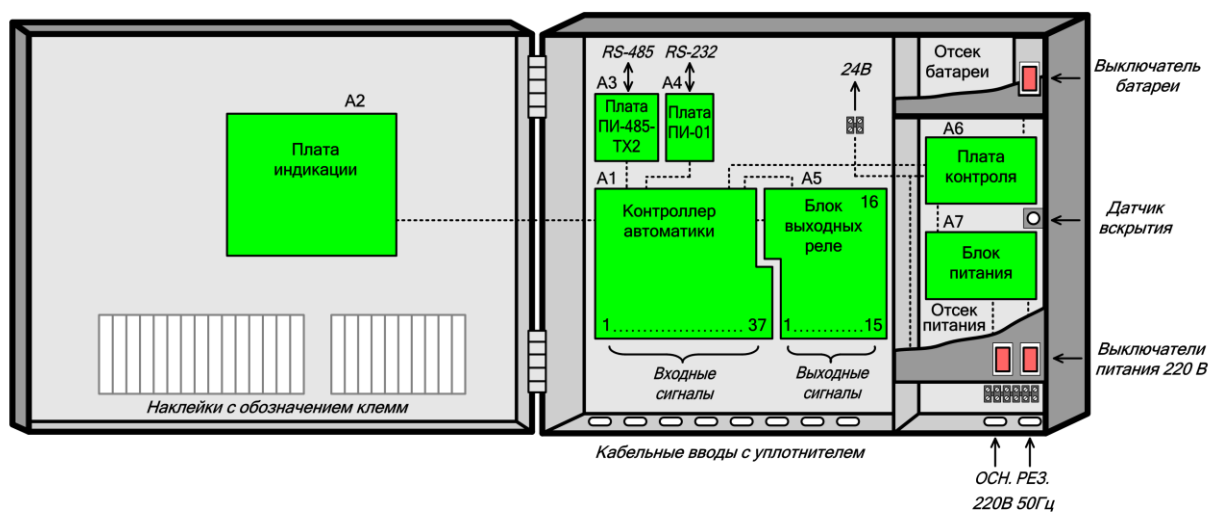

Рисунок 3.3. Расположение плат «БУНС-НЗ».
2.20 БУНС имеет выходные клеммы от встроенного ИБП напряжения 24 В, ток нагрузки до 250 мА (см. рисунок 3.3, клемма «24 В»), предназначенные для питания внешних устройств (например, световых табло в помещении насосной станции).
3.4 Корпус БУНС (см. рисунок 3.3) имеет специальный «отсек питания», внутри которого установлены: